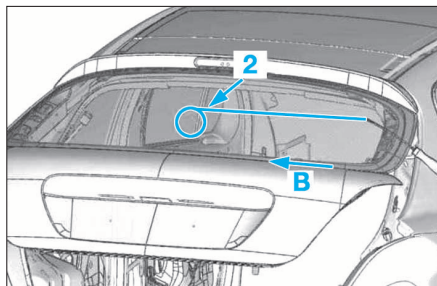

FIG. 117
- Insérer une corde à découper les cordons de colle (2), dans le coin supérieur droit de la lunette (Fig.117), dans le sens B.